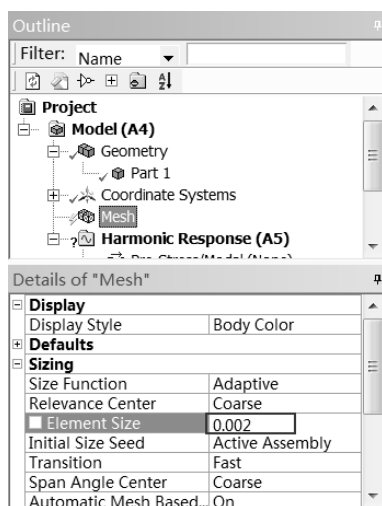

图 7-65 设置网格大小
Step4 选择 Outline 栏中的 Mesh 选项,此时会出现网格参数设置列表,选择 Details of “Mesh”选项,单击 Sizing 前的 按钮,在 Element Size 中输入 0.002,如图 7-65 所示。